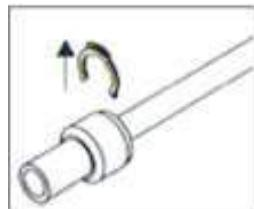

Рис. 1
1. Снять предохранительный клипс с быстроразъемного фитинга (если присутствует) (рис.1).